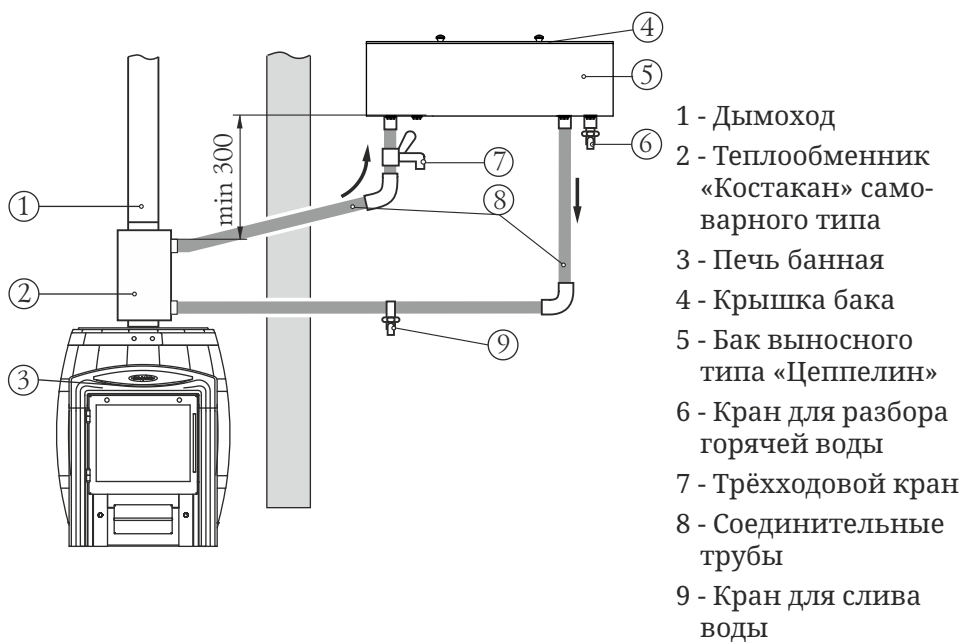

Рисунок 7. Схема монтажа системы водонагрева с использованием теплообменника «самоварного» типа
При необходимости получения горячей воды за более короткий срок, допускается производить разбор воды до ее попадания в бак. Для этого необходимо присоединить трехходовой кран типа «Т» (7) к трубе горячей линии, между верхним штуцером теплообменника и выносным баком в удобном для Вас месте (рисунок 7).